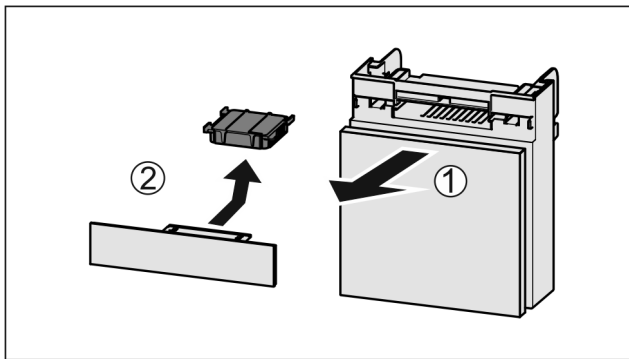

Fig. 82
- ▶ Estrarre il vano tirando in avanti Fig. 82 (1).
- ▶ Rimuovere il filtro a carboni attivi Fig. 82 (2).